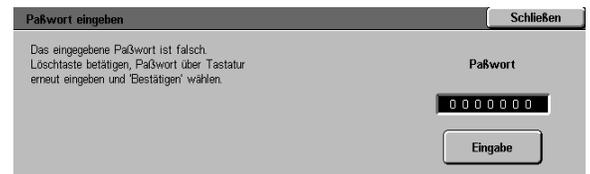

Abb. 6: Paßwort eingeben
- 2 **Kostenzählerverwaltung** betätigen. Der Bildschirm zur Paßworteingabe erscheint (s. Abb. 6).